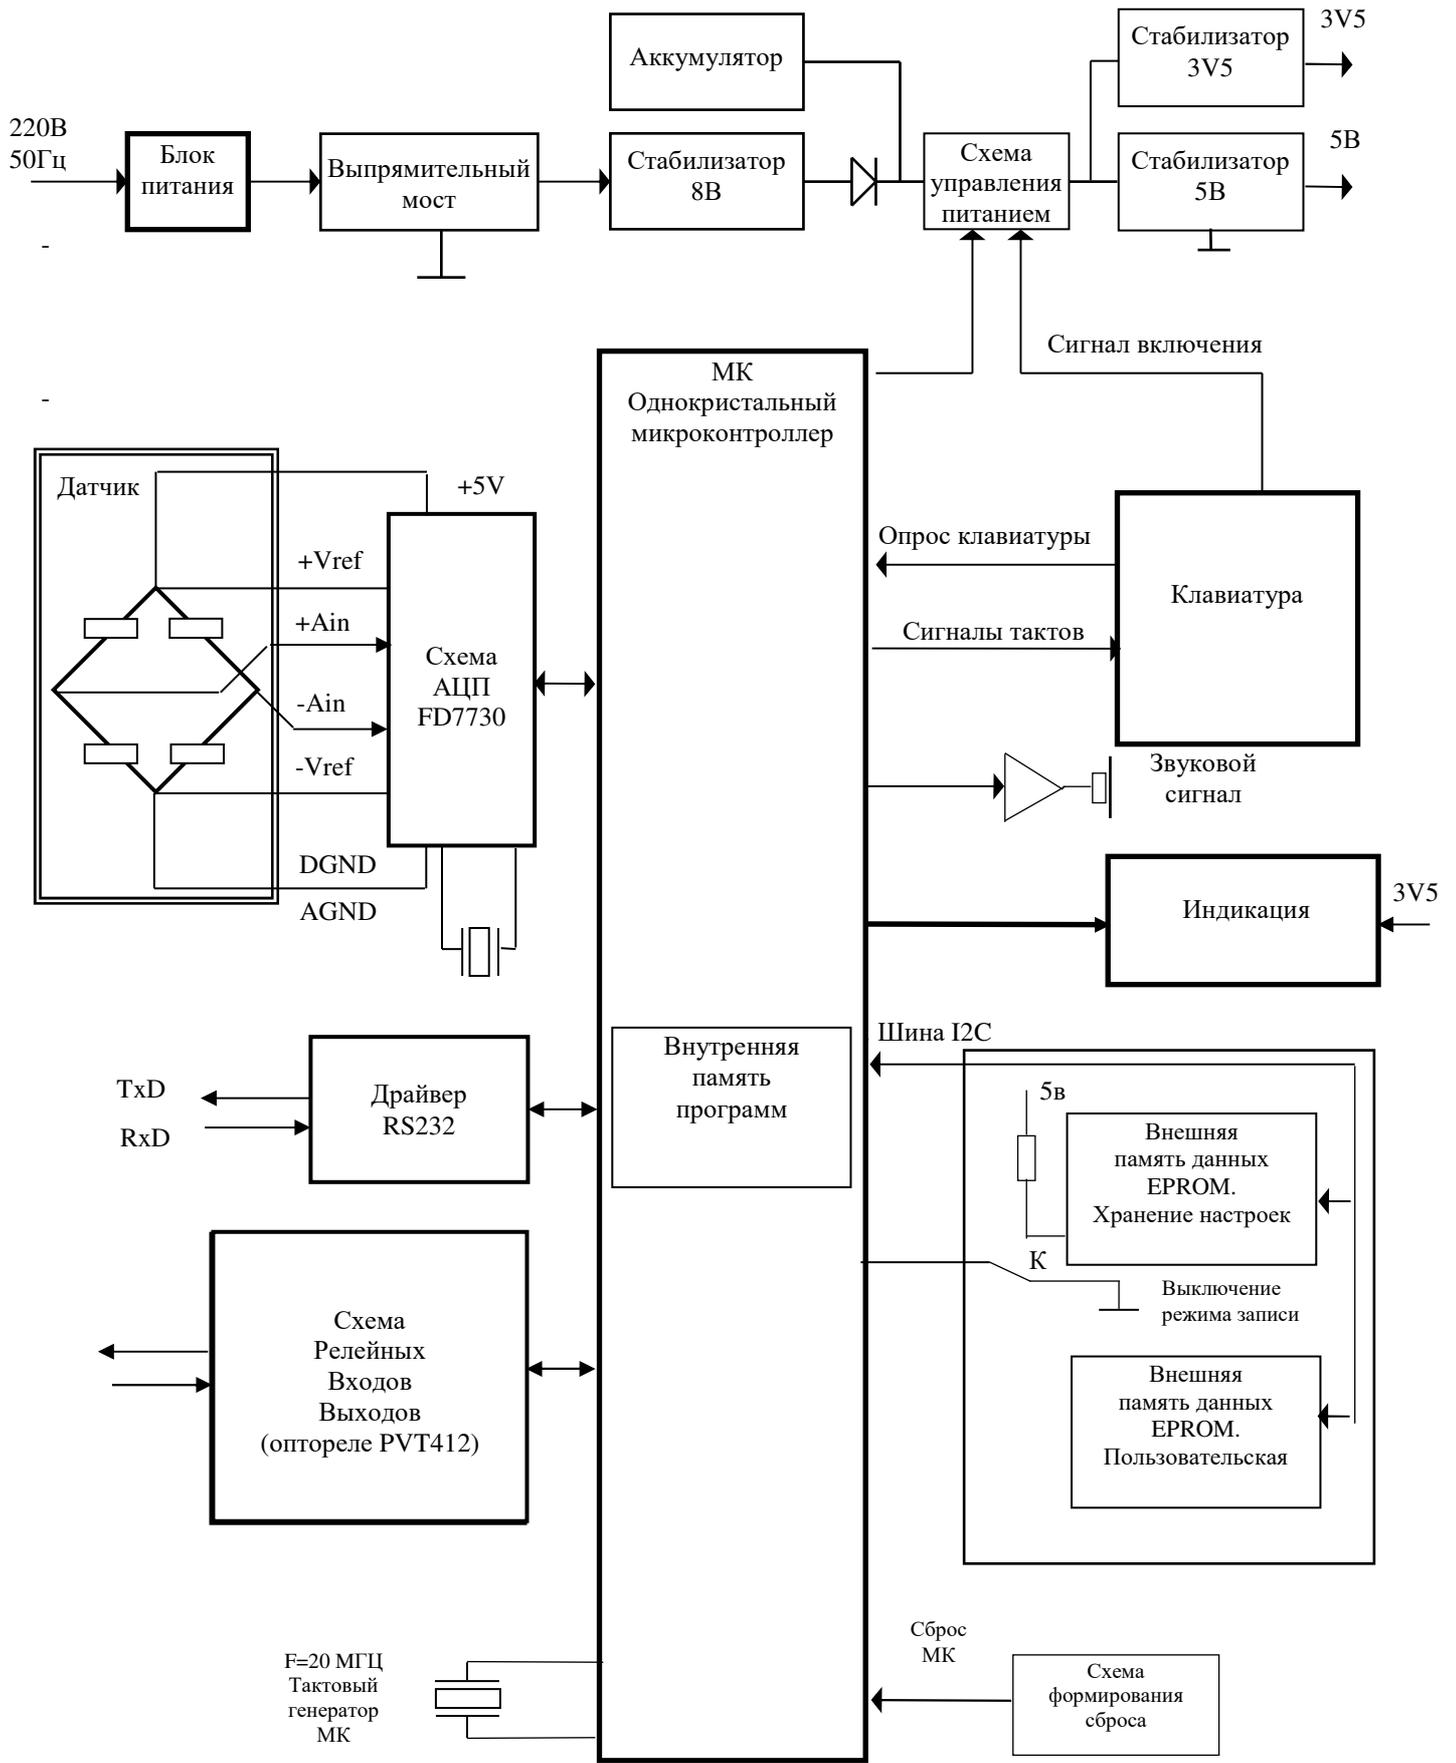

Рис.4.1
4.1 Принцип работы весов иллюстрируется структурной схемой приведенной на Рис. 4.1.и 3.2.